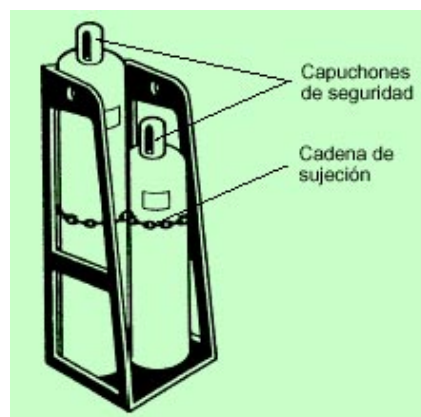

Fig. 4: Tipo de plataforma de transporte de botellas
- En caso de utilizar un equipo de manutención mecánica para su desplazamiento, las botellas deben depositarse sobre una cesta, plataforma o carro apropiado con las válvulas cerradas y tapadas con el capuchón de seguridad (fig. 4).